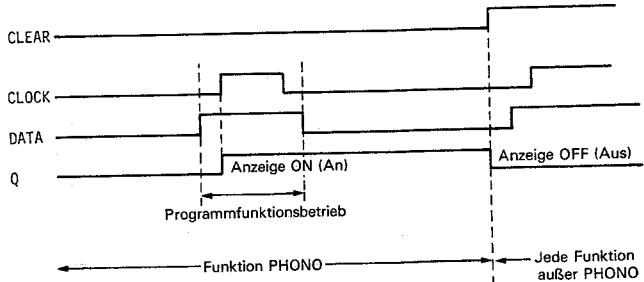

Abb. 11
In allen anderen Betriebsarten wird die Programm-funktions-Schreibfreigabebetriebsart hergestellt, wenn CLEAR-Stift ⑯ niedrige Spannung hat (die PHONO-Anzeige leuchtet auf oder blinkt). Doch wird die Funktion außer bei blinkender PHONO-Anzeige immer sofort ausgewählt, so daß Programm-funktionsbetrieb oder -anzeige nicht stattfinden. Bei Einstellung der Signale TUNER, AUX oder TAPE PLAY (Signale, die die Funktionsanzeigen zum Aufleuchten bringen) auf einen hohen Pegel in dieser Betriebsart, wird das DATA-Signal auf hohe Spannung gesetzt (Stifte ⑭ ~ ⑫) und der CLOCK-Stift ⑦ ändert seine Spannung von niedrig auf hoch (↑). Dadurch erfolgt Annahme des DATA-Signals, es wird von Ausgabestiften ③ ~ ⑤ ausgegeben und die entsprechende LED leuchtet auf. Ist das programmierte Funktionssignal nicht mehr verfügbar (CLOCK-Stift ⑦: ↓), so werden seine Daten verriegelt und die Betriebsart wird bis zur nächsten Eingabe des CLEAR- oder CLOCK-Signals beibehalten. Abb. 11 ist eine Zeitabfolgetabelle. Da dieser Schaltkreis ein Anzeigen-Schaltkreis ist, wird der tatsächliche Betrieb der Programmfunction von IC003 gesteuert.